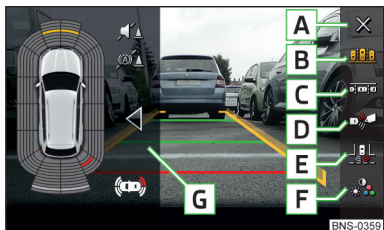

Fig. 278
Touches de fonction » fig. 278
- Tapez sur la surface fonctionnelle **C** » fig. 278 à la page 242.